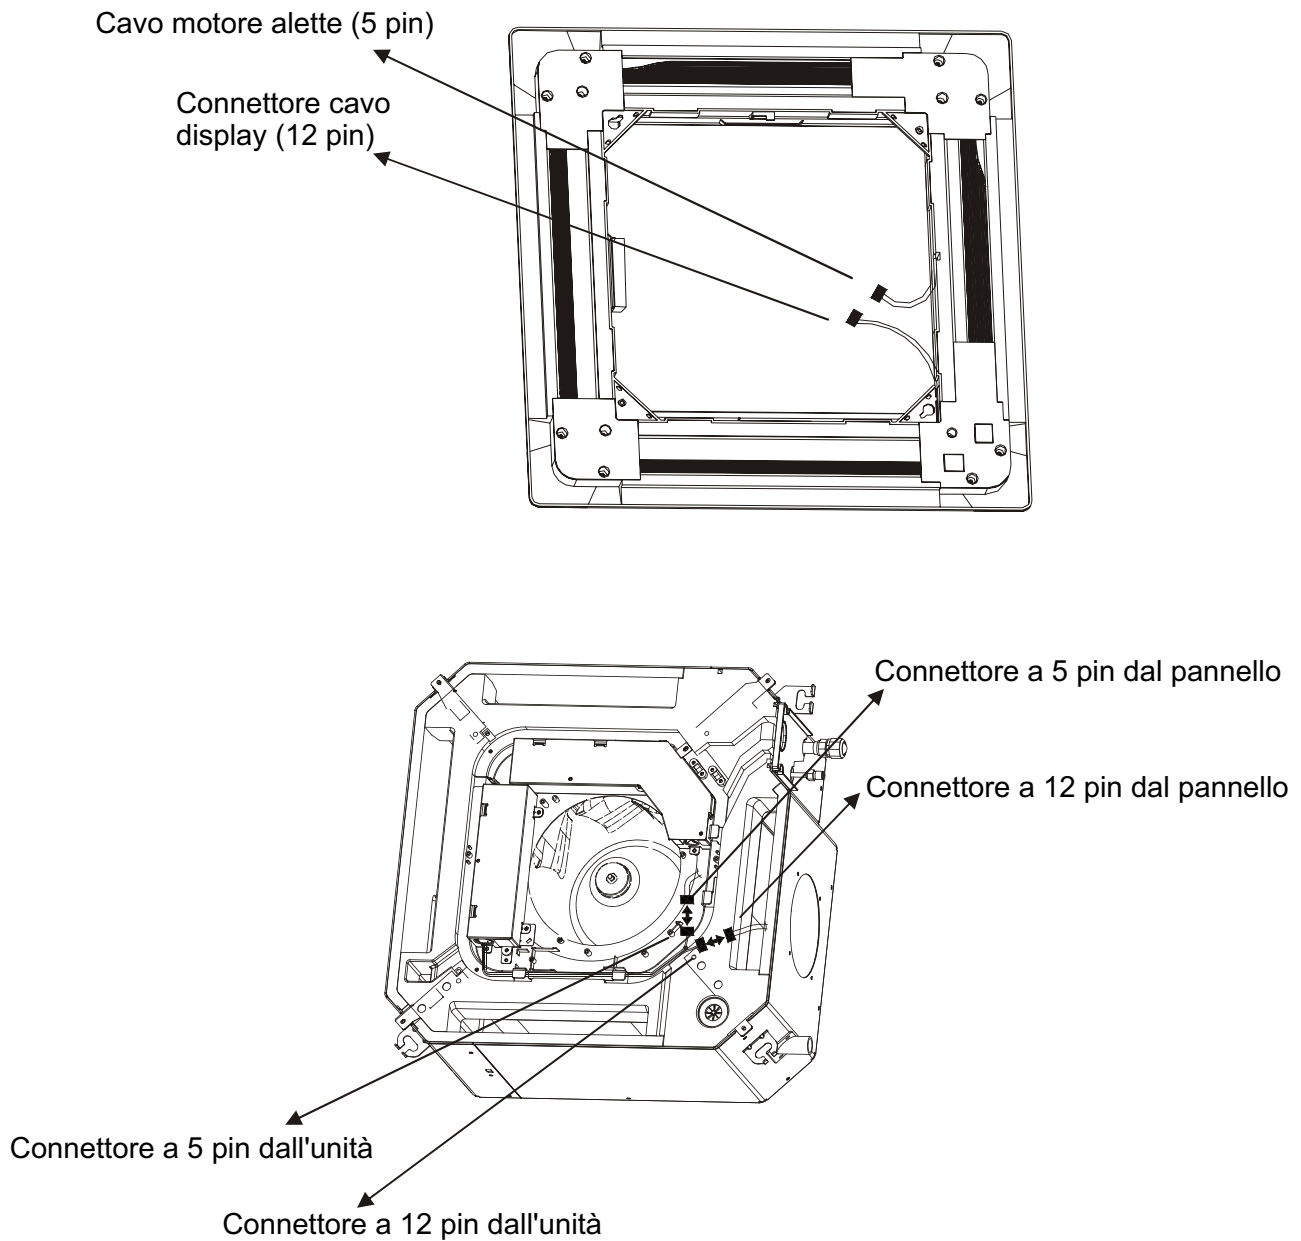

Fig.25
1. Collegare il connettore a 12Pin del cavo dal pannello del soffitto al relativo connettore che proviene dalla centralina di controllo. (Fig.25)
2. Collegare il connettore a 12Pin del cavo dal pannello del soffitto al relativo connettore che proviene dalla centralina di controllo. (Fig.25)